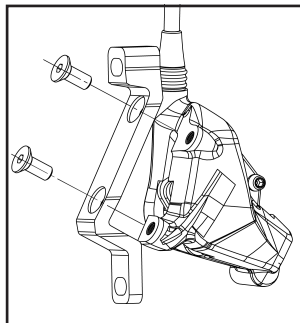

Figura 4
- Instale o sistema de freio corretamente no adaptador fornecido junto com a sua suspensão (Figura 4) e aperte os parafusos conforme recomendado pelo fabricante do freio;